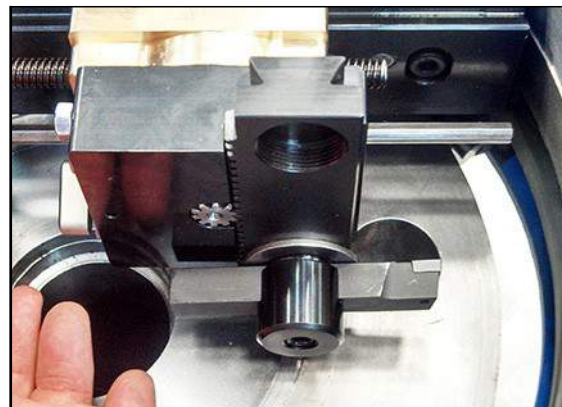

Рисунок 3-23. ГОРИЗОНТАЛЬНАЯ УСТАНОВКА ИНСТРУМЕНТА (ПОКАЗАНА МОДЕЛЬ FF1200)
2. Горизонтально вставьте инструмент в держатель инструмента (см. рис. 3-23) и поверните его в зажиме в нужное положение.